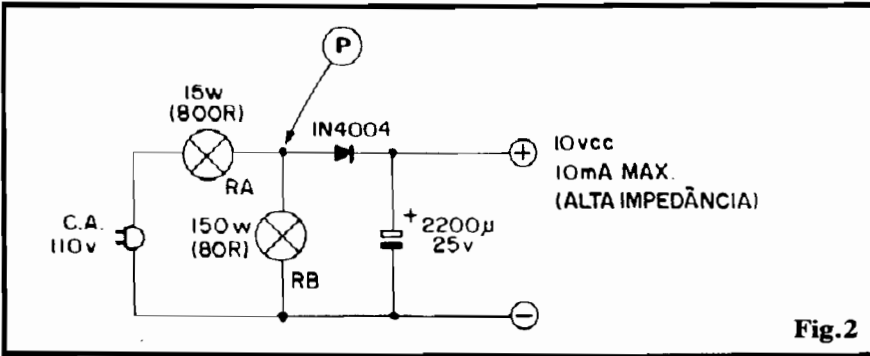

Fig.2
- Outro truque que podemos utilizar, numa emergência, baseia-se na utilização de um **divisor de tensão** simples e direto, de modo a "chegar" na "voltagem" pretendida para a Saída, sem que se torne necessária a presença do diodo **zener** regulador! O diagrama básico está na fig. 2, que inclusive exemplifica o circuitinho já com os valores e parâmetros para a obtenção de aproximadamente 10V x 10mA (máximos), na Saída... Basicamente um "divisor de tensão" faz... o que seu nome indica! Divide a Tensão, d,e modo que, aplicando-se determinada "voltagem" a uma "pilha" de pelo menos dois Resistores, no "nó" desses dois componentes podemos "puxar" uma Tensão correspondente a uma fração dessa "voltagem" de Entrada, aplicada... Se chamarmos o